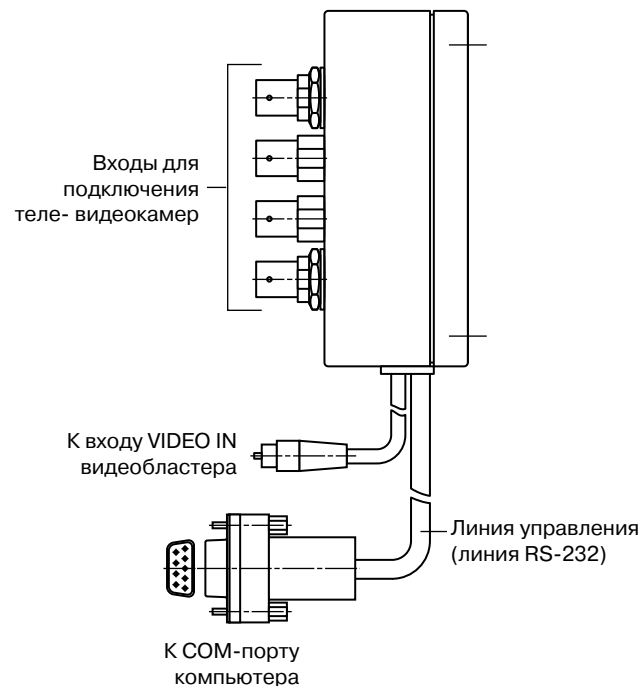

Рис. 1: Видеокоммутатор TSS-4x1.
С помощью видеокмутатора может осуществляться переключение видеосигналов от четырех теле- видеокамер. Видеокмутатор имеет четыре независимых видеовхода и один видеовыход (см. рис. 1). Одновременно на выходе видеокмутатора можно получать видеосигнал только от одной из телекамер. Управление переключением видеосигналов осуществляется по специальной линии (**RS-232**), подключаемой к стандартному последовательному порту компьютера (**COM-порту**). Управление алгоритмами, задание режимов и порядка переключения видеосигналов от телекамер осуществляется с помощью программного обеспечения, установленного на компьютере, к которому подключен видеокмутатор.
2. Подключите видеовыход (см. рис. 1) видеокмутатора к соответствующему входу видеобластера (ко входу Video In);